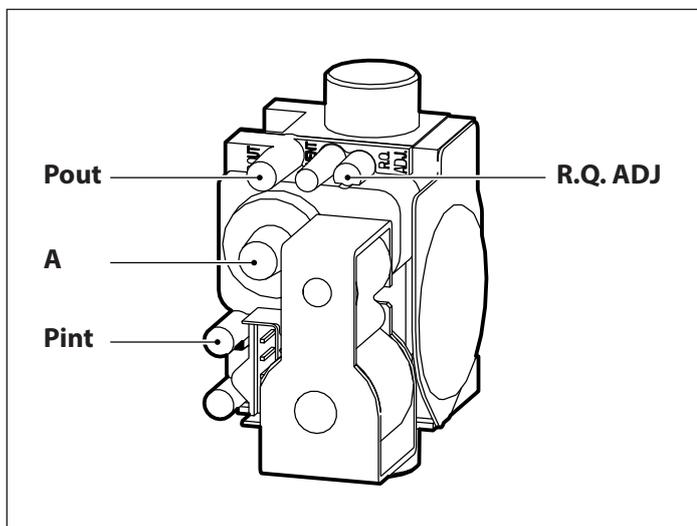
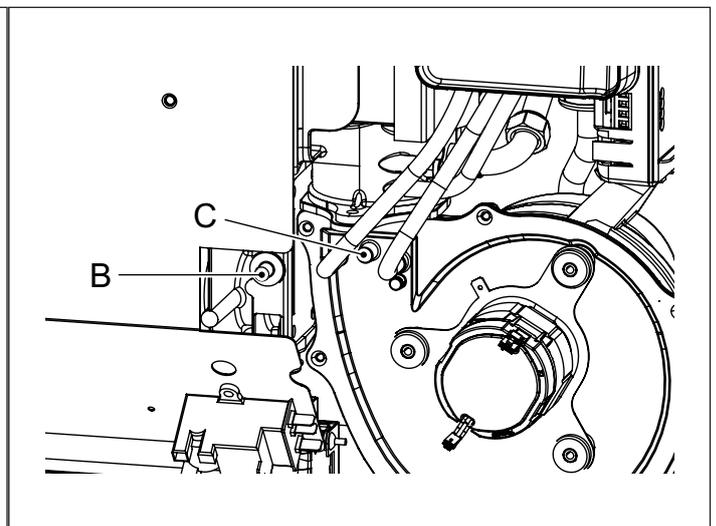

Fig. 31
Fig. 32
- Con el aparato en funcionamiento a la potencia mínima, conectar el positivo del manómetro a la toma de presión **Pint** de la válvula (Fig. 31) y el negativo a la toma de presión **C** en el tornillo sin fin del ventilador (Fig. 32), después de haber desatornillado los tapones de cierre. Comprobar el valor de la presión entre los dos puntos.
- Si fuera necesario, efectuar el ajuste del off-set por medio del tornillo A (Fig. 31) después de haber desatornillado el tornillo de cierre.
Conectarse a la toma específica de la máquina después de haber desmontado el tapón de latón **B**; comprobar que el CO2 medido corresponda a los valores indicados en la tabla de los datos técnicos o en la placa aplicada a la lámina anti-radiación. Si fuera necesario, regular el CO2 por medio del tornillo **A** con el aparato al mínimo y del tornillo **R.Q. ADJ** con el aparato al máximo (Fig. 31).